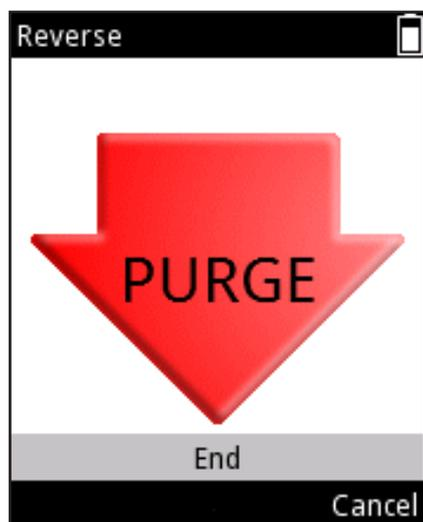

图 D24.
5. 屏幕显示“Purge (排空)” (图 D24)。按下 trigger (触发器) 排出多余体积。